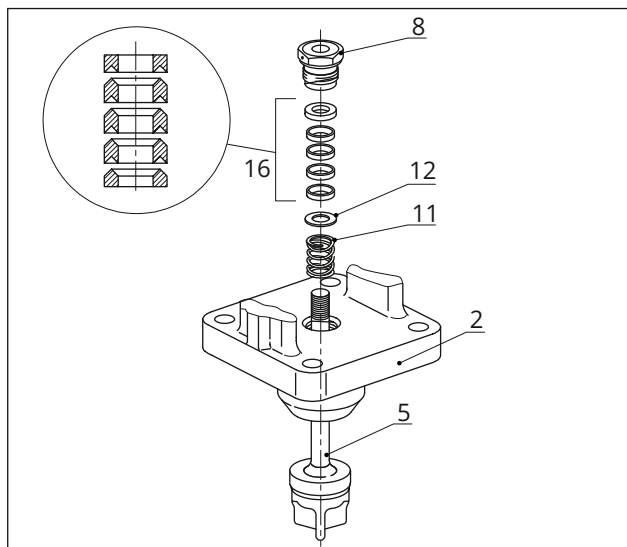

Bild 26: Stopfbuchspackung Standard
ckungsraum einschieben. Korrekte Anordnung beachten, vgl. Bild 26.
9. Stopfbuchsteile mit einem geeigneten Werkzeug vorsichtig über die Kegelstangenverlängerung in den Packungsraum einschieben. Korrekte Anordnung beachten, vgl. Bild 26.
10. Ventiloberteil mit Schrauben (32) und Muttern (33) befestigen. Anzugsmomente beachten.
11. Gewindebuchse (8) einschrauben und festziehen. Anzugsmomente beachten.
12. Kontermutter (10) und Kupplungsmutter (9) lose auf Kegelstange schrauben.